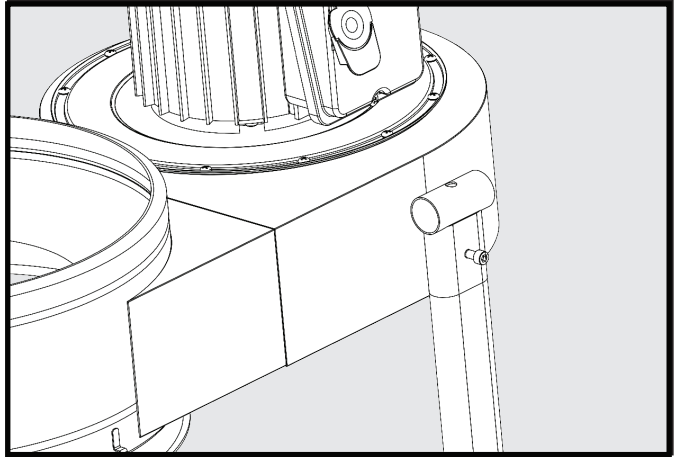

FIGURE 9
- Placer une vis à tête creuse hex M6 (23) dans le trou de l'attache du boîtier du souffleur et la visser dans le support arrière du boîtier du souffleur (Fig9).